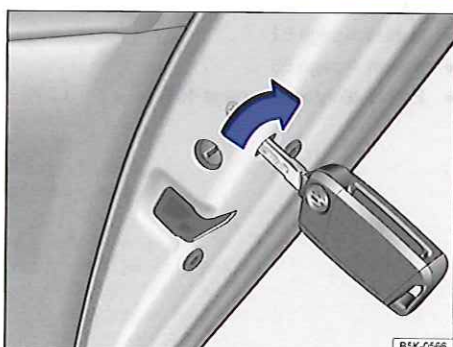

Fig. 229 Sur le chant de la porte arrière droite : verrouillage d'urgence du véhicule à l'aide de la clé du véhicule
- Insérez le panneton dans la fente située derrière l'ouverture et, pour la porte droite, tournez-le dans le sens des aiguilles d'une montre \Rightarrow fig. 229 (flèche); procédez de manière analogue dans le sens inverse des aiguilles d'une montre pour la porte gauche.